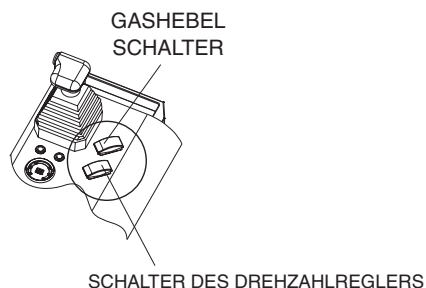

Figure 21. Abstellen des Motors
1. Bewegen Sie den Gasschalter (Figure 21) wieder auf Leerlauf stellen und lassen Sie den Motor für 5 Minuten im Leerlauf.